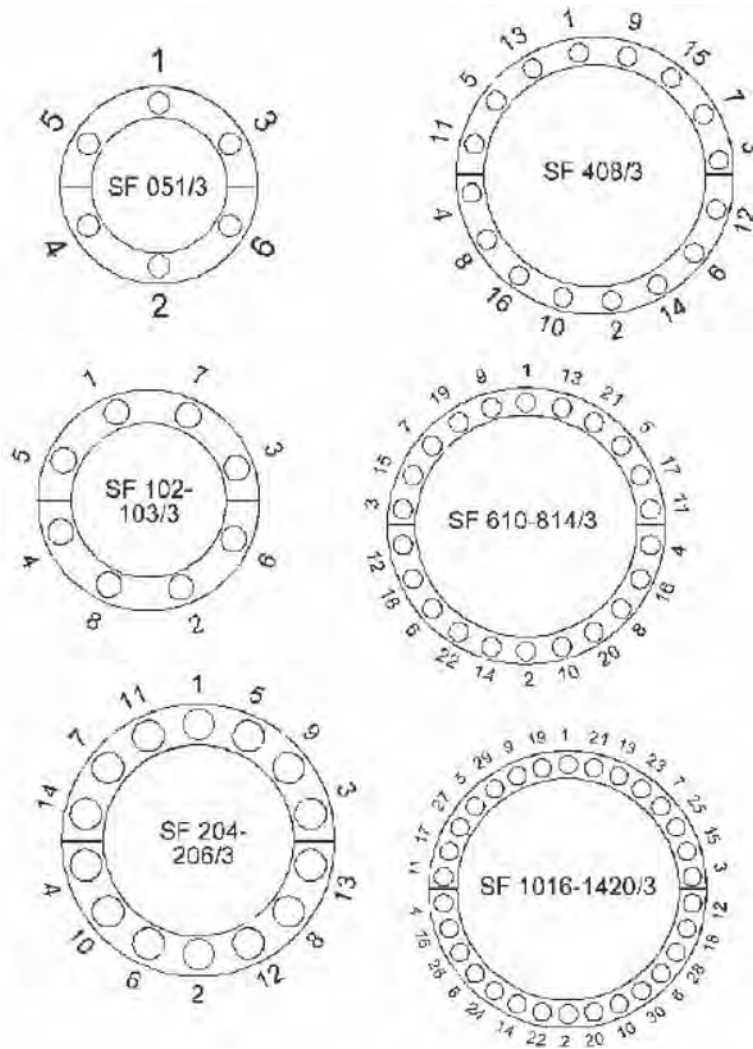

Рис. 7-9. Таблица последовательности действий при регулировке подшипника
13. Требуемую информацию для используемой модели НПРА и месте расположения положения № 1 эксцентрикового вала см. на Рис. 7-9